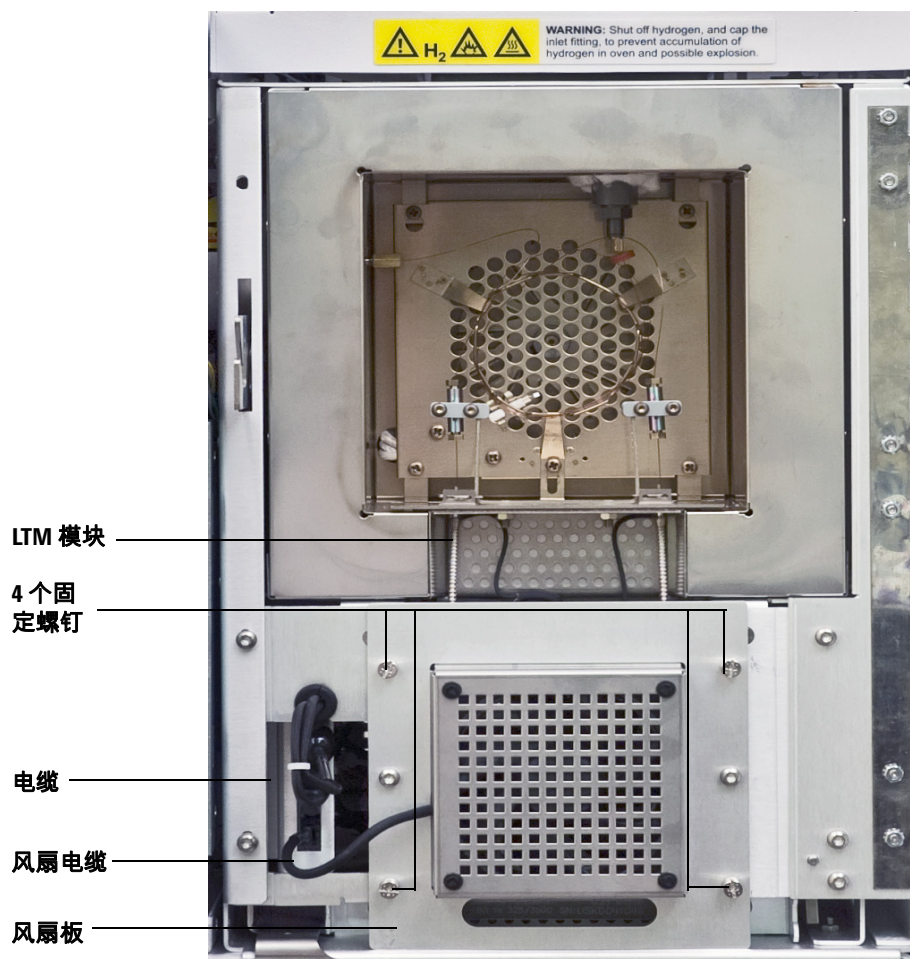

图 11 安装在 5975T 上的 LTM 模块
- 9 使用风扇板外侧周围的四个固定螺钉固定模块。请参见图 11。